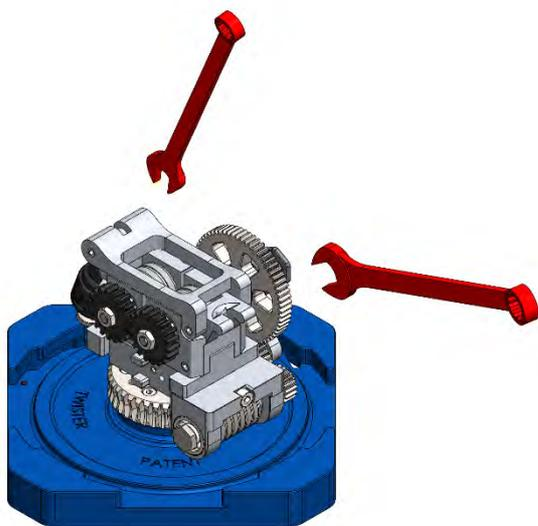

Figure 43
1. Retirer les deux pignons de synchronisation à l'aide des clés plates de 10 [mm] et 13 [mm] à tête hexagonale comme indiqué sur la figure. Attention à ne pas perdre les clavettes des deux roues lors du démontage. figures 43 et 44;